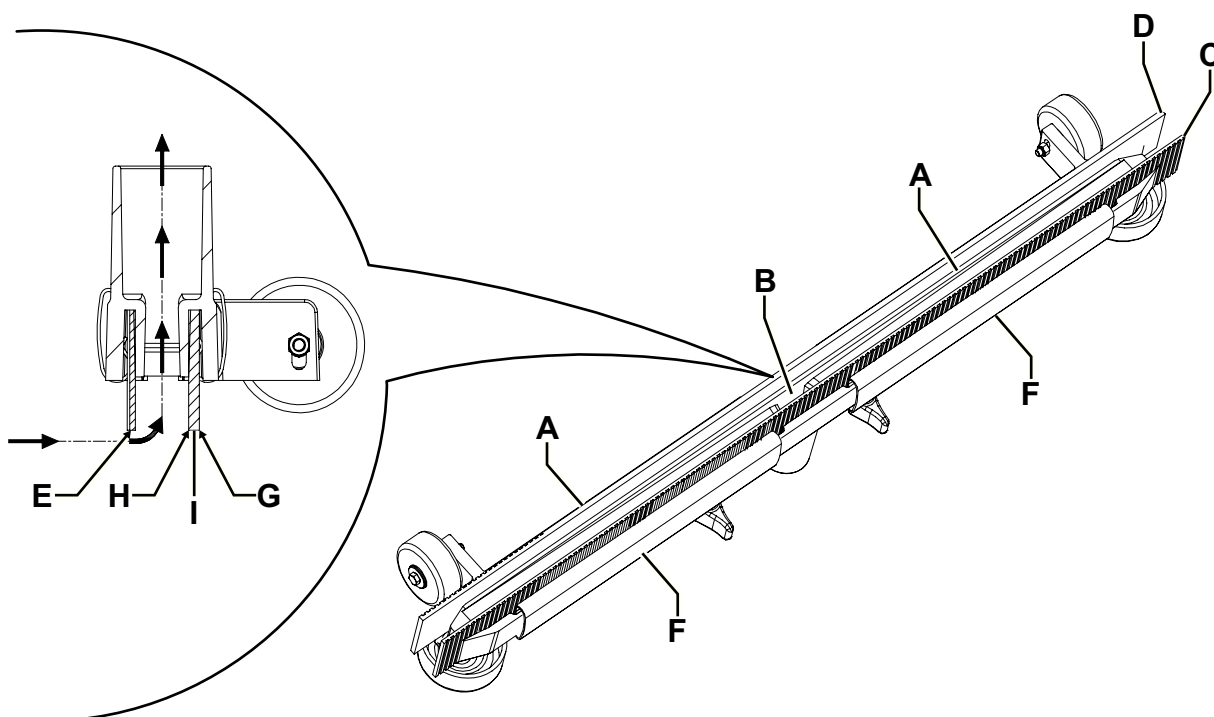

Рис. 7
2. Проверьте, чтобы рукоятка (62) была повернута на «0».
3. Опустите швабру с помощью педали (19).
4. Отсоедините вакуумный шланг (22) от швабры.
5. Ослабьте маховики (12) и снимите швабру (11).
6. Вымойте и очистите швабру. В частности, очистите отсеки (А, Рис. 7) и отверстие (В) от грязи и мусора.
7. Проверьте передний скребок (С) и задний скребок (D) на предмет их целостности, отсутствия порезов и разрывов; в случае необходимости замените их (см. порядок действий в следующем разделе).
2. Проверьте края переднего (Е, Рис. 7) и заднего скребков (I) на одном уровне по всей их длине; в случае необходимости отрегулируйте их высоту, как описано ниже:
- Удалите крепежные пружины (F), затем отрегулируйте передний (С) и задний (D) скребки.
3. Проверьте передний (С) и задний скребки (D) на целостность, наличие порезов и разрывов; если необходимо замените их, как показано ниже. Также проверьте передний угол (H) заднего скребка на предмет износа. Если он изношен, переверните скребок, чтобы заменить изношенный угол другим (G), если он в нормально состоянии. Если и другие углы изношены, замените скребок в следующем порядке:
- Удалите крепежные пружины (F), затем отрегулируйте (или переверните) задний (D) скребок.
4. Установите швабру (11) и закрутите маховики (12).
5. Присоедините вакуумный шланг (22) к швабре (11).